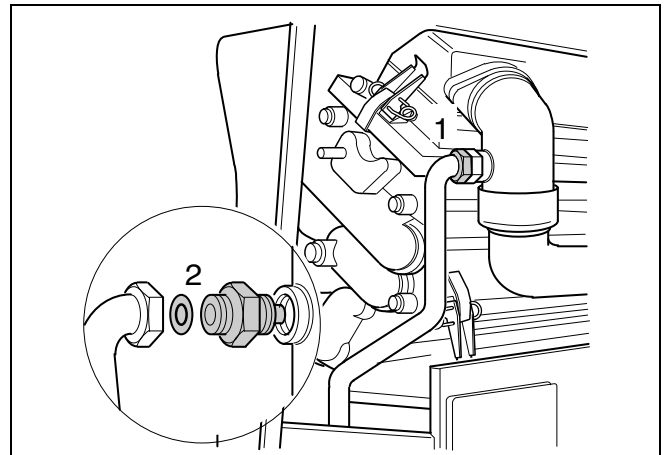

Abb. 44 Gasdüse wechseln
- Verschraubung an der Gasdüse lösen (Abb. 44, Pos. 1) und Gasdüse (Abb. 44, Pos. 2) entnehmen.